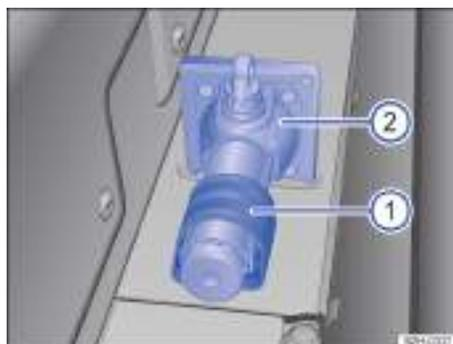

Fig. 142 Detrás del respaldo del asiento trasero (vehículos con cabina doble): crিকে.
Abata el respaldo del asiento trasero. Suelte el cierre de velcro → fig. 142 ① y retire el crique ②.